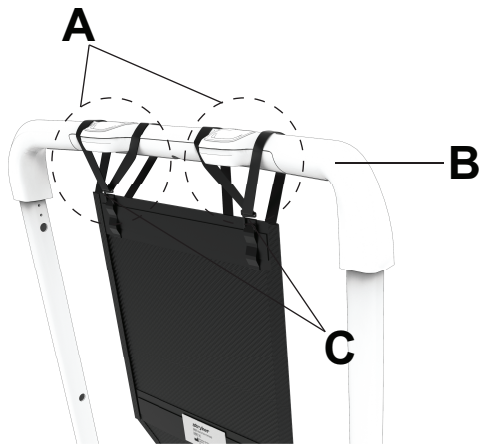

図 31 – ストラップをグラブバーに取り付ける
2. 左のヘッドサポートストラップ (A) をグラブバー (B) の左側に巻き付けます。ストラップは左の移動ボタン両側のフレームにはまっている必要があります。ヘッドサポートのループにフック (C) を留め、ストラップをグラブバーの周囲に固定します (図 31)。